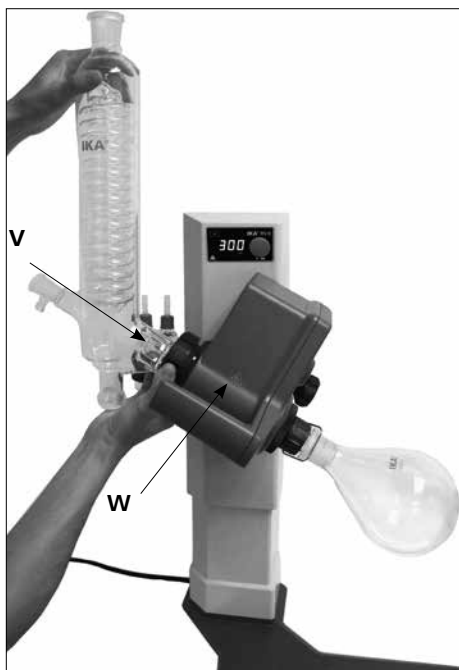

Fig.17
- Placez le condenseur sur l'entraînement de rotation (**W**) et serrez l'écrou borgne à la main. (Fig. 17)